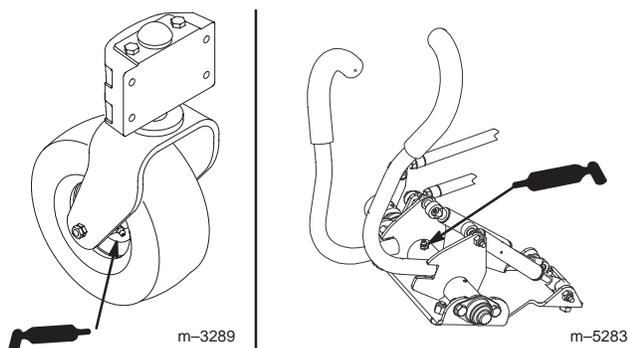

Figure 65
1. Graissez les roulements des roues pivotantes avant et l'axe du levier de commande jusqu'à ce que la graisse commence à sortir des roulements (Fig. 65).